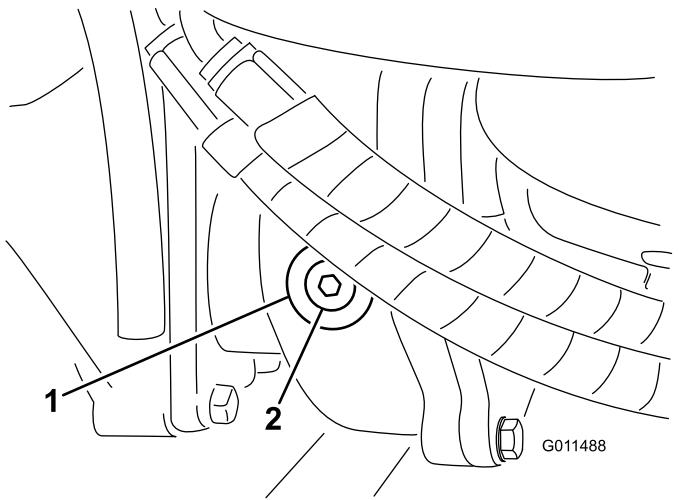

Bild 76
- Entfernen Sie die Prüf-/Füllschraube an der linken Getriebeseite und stellen sicher, dass das Öl die Unterseite des Lochs erreicht (Bild 76).